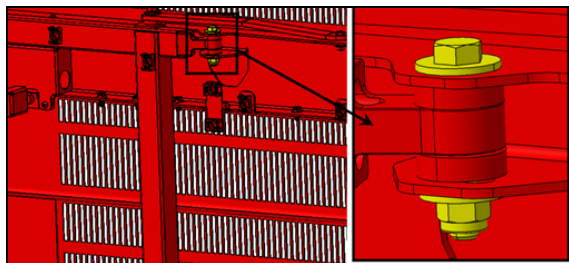

FIGURE 117:
5. Vérifier le jeu entre la porte et l'aile arrière au niveau du bras supérieur de la porte. Le jeu devrait être $1/4''$ (6 mm) (Figure 117:).